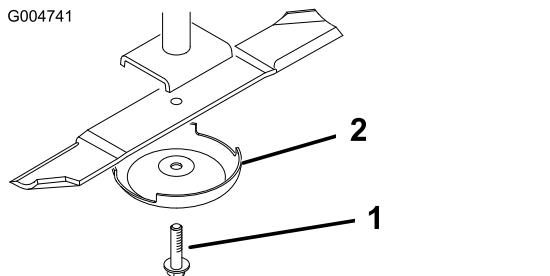

Bild 110
2. Halten Sie das Ende des Messers mit einem stark wattierten Handschuh oder wickeln Sie einen Lappen um es herum. Entfernen Sie die Messerschraube, die Antiskalpierkuppe und das Messer von der Spindelwelle (Bild 110).